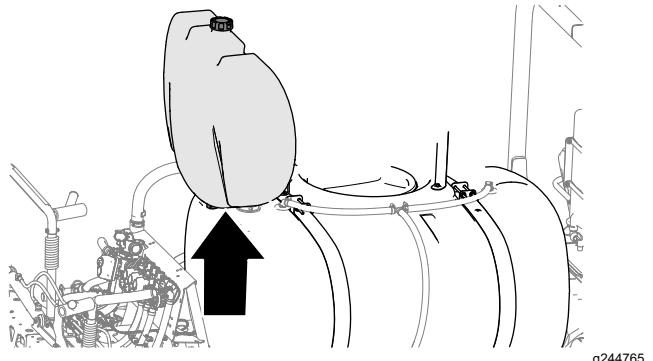

Figura 5
- Retire o depósito de lavagem da máquina (Figura 5).